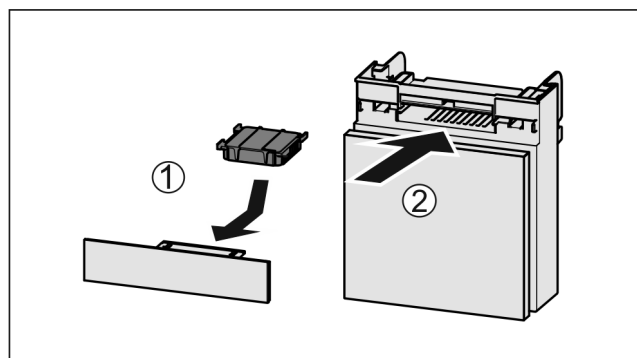

Fig. 123
- Inserire il vano Fig. 123 (2).